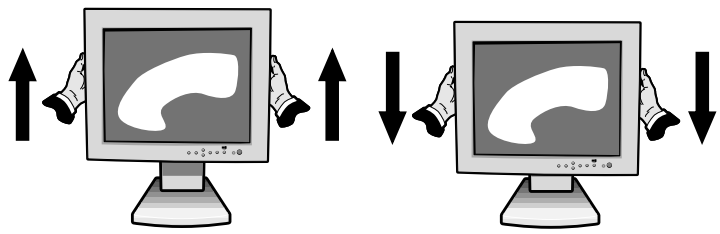

Abb. RL.1
Legen Sie die Hände auf jede Monitorseite und heben oder senken Sie ihn auf die gewünschte Höhe (Abbildung RL.1).
höchstmögliche Position an, um den Bildschirm anzuheben (Abbildung RL.1).
2. Legen Sie die Hände auf jede Monitorseite und heben Sie ihn auf die höchstmögliche Position an (Abb. RL.1).